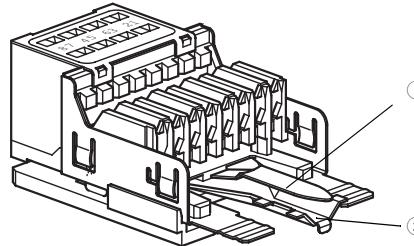
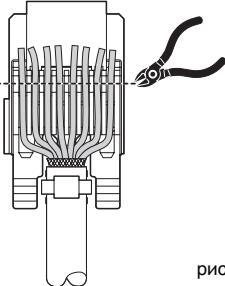
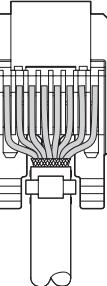

рис.1
рис.2
рис.3
- Push the cable onto the contact bayonet ① of the female insert, so that the contact bayonet is inserted between shield and outer cable sheath (Fig. 1).
- Secure the cable on the strain relief with the enclosed cable binder ② (Fig. 1 and Fig. 2).
- Position the cores and put them in the clamping part according to the pin assignment in table 1. Trim the conductors with a diagonal cutter directly after the clamping part. (Fig. 2 and Fig. 3)
- Schieben Sie das Kabel auf die Schirmlanze ① des Buchseneinsatzes, so dass die Schirmlanze zwischen Schirm und Kabelaußenmantel steckt (Abb. 1).
- Befestigen Sie mit dem beiliegenden Kabelbinder das Kabel an der Zugentlastung ② (Abb. 1 und Abb 2.).
- Ordnen Sie die Adern und legen Sie diese in den Klemmkörper gemäß der Anschlussbelegung in Tabelle 1. Kürzen Sie mit einem Seitenschneider die Adern direkt hinter dem Klemmkörper (Abb. 2 und Abb. 3).
Abb./Fig.1
Abb./Fig.2
Abb./Fig.3
- Кабель вставить в контактное острие 1 гнездовой вставки таким образом, чтобы контактное острие находилось между экраном и наружной оболочкой кабеля (рис. 1).
- При помощи прилагаемого кабельного зажима закрепить кабель на приспособлении для снятия растягивающего усилия 2 (рис. 1 и 2.).
- Упорядочить проводники и расположить их в корпусе клеммного модуля в соответствии с назначением выводов согласно таблице 1. Проводники укоротить при помощи бокорезов непосредственно за корпусом клеммного модуля. (рис. 2 и рис.3)